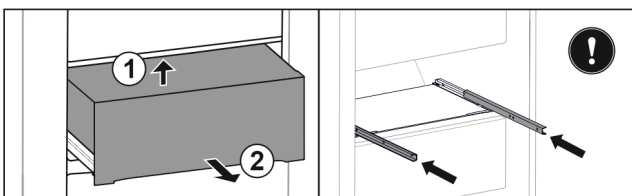

Fig. 135
- ▶ Lade van onderen achter optillen. Fig. 135 (1)
- ▶ Lade naar voren toe verwijderen. Fig. 135 (2)